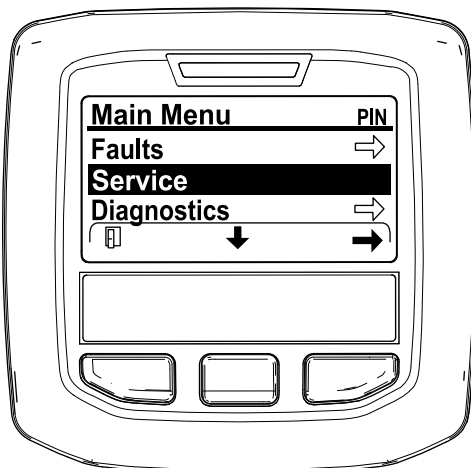

Figura 47
2. Vá até ao MENU PRINCIPAL, prima o botão central para ir até ao MENU DE MANUTENÇÃO e prima o botão direito para selecionar a opção de MANUTENÇÃO (Figura 47).